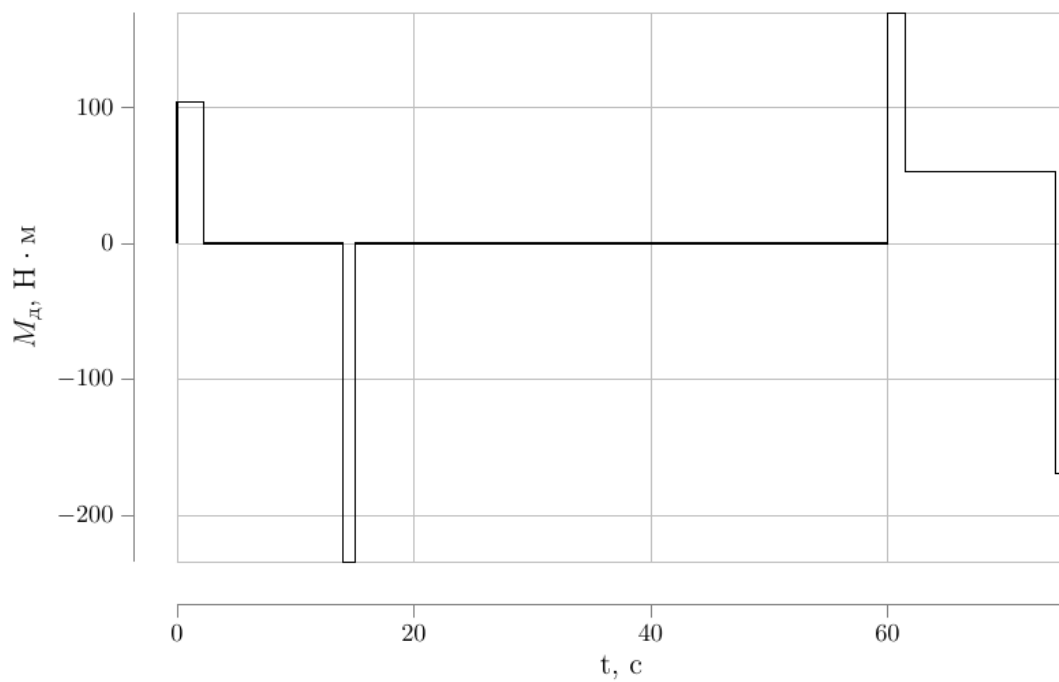

Рисунок 8.3 - Приклад діаграми динамічного моменту.
3. Динамічний момент $M_d(t)$ — імпульси позитивного та негативного знаку (рис. 8.3).